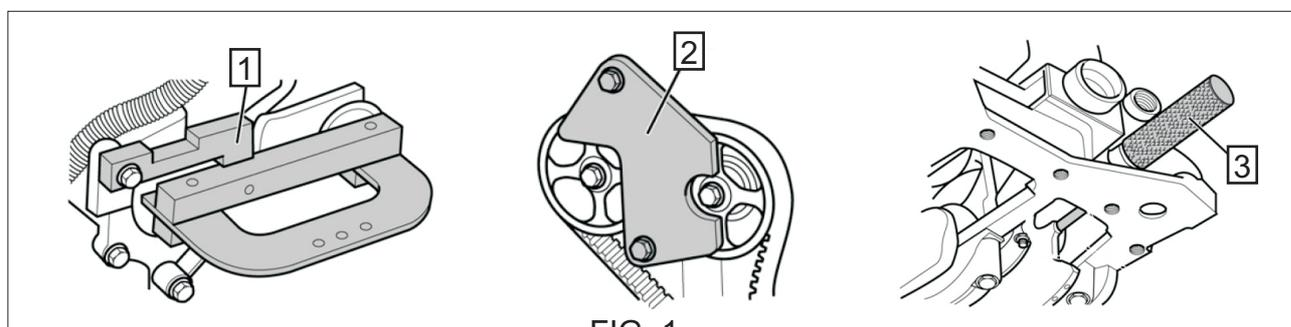
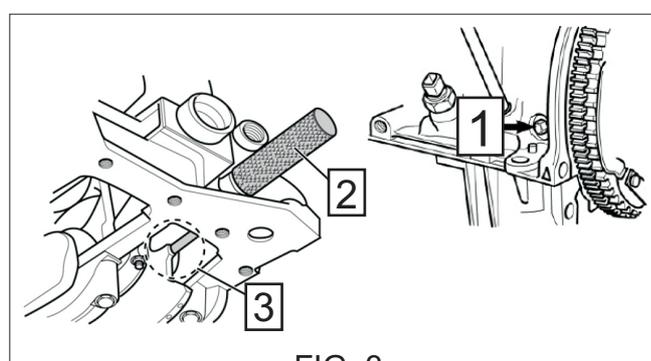

FIG. 1
FIG. 3
- Platina de posicionamiento de los árboles de levas (1) [FIG. 1].
- Herramienta de bloqueo de los piñones de árboles de levas (2) [FIG. 1].
- Chaveta de reglaje del cigüeñal (3) [FIG. 1].
- 3 Desmontar el tornillo del bloque motor (1) [FIG. 3] y en su lugar montar la chaveta de reglaje (2) [FIG. 3], asegurándose de que el cigüeñal haga tope con la chaveta (3) [FIG. 3].
- 4 Montar la platina de bloqueo de los árboles de levas (1) [FIG. 1].
- 7 Desmontar los piñones de los árboles de levas, con ayuda de la herramienta de bloqueo (2) [FIG. 1], el piñón del cigüeñal y limpiarlos. A continuación, volverlos a montar.
- ⑥ Desmontar la platina de bloqueo de los árboles de levas (1) [FIG. 1] y la chaveta de reglaje del cigueñal (2) [FIG. 3].